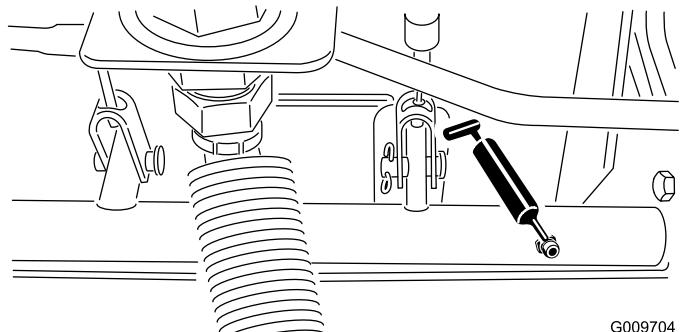

図32
- 図32に示す、ブレーキシャフトのピボットのベアリング5ヶ所